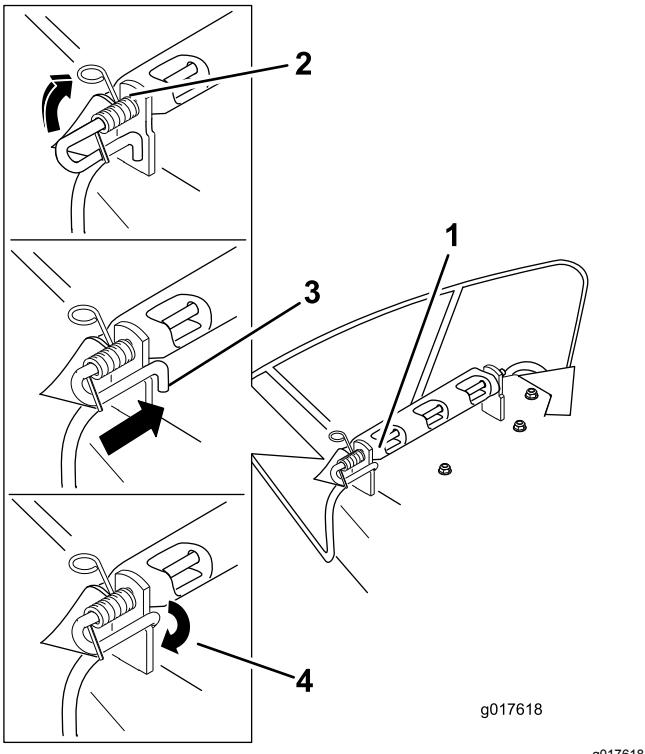

Figura 74
3. Coloque el nuevo deflector de descarga con los extremos de los soportes entre los soportes soldados de la carcasa, según se muestra en Figura 74.
6. Levante el extremo del muelle que tiene bucle y colóquelo en la muesca del soporte del deflector (Figura 74).
- 7. Fije el conjunto de varilla y muelle torciéndolo de manera que el extremo corto de la varilla pueda colocarse detrás del soporte delantero que está soldado a la carcasa (Figura 74).